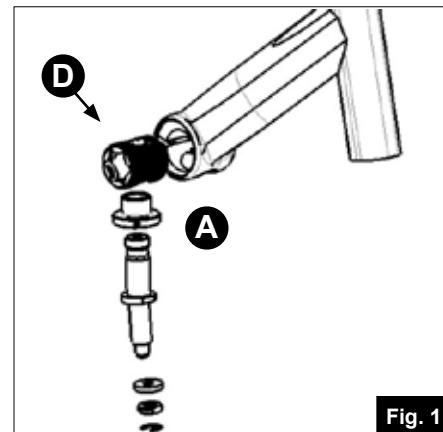
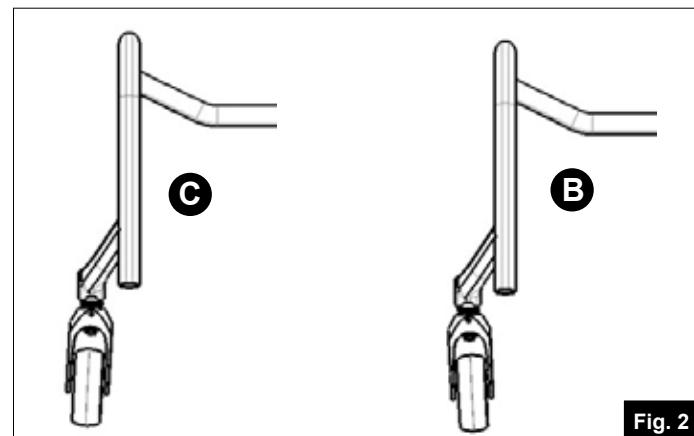

Fig. 1
Fig. 2
Die Einstellungen für Geradeauslauf und Höhe der Lenkradgabel wurden kombiniert: Wird die leicht abgewinkelte Lenkradachse (A) gedreht (Fig. 1), bewegt sich die Gabel nach innen (B) oder außen (C) (Fig. 2). Gleichzeitig ändert sich der Abstand der Lenkradgabel vom Rahmen mit jeder ganzen Umdrehung um 1 mm.
- Wenn die in Fig. 1-D gezeigte Zylindermutter ausgewechselt werden muss, wird dringend empfohlen, Carbon-Montagepaste (Teile-Nummer 71208300) aufzutragen, um die optimale Einstellung zu gewährleisten. Es wird dringend empfohlen, diese Einstellung von einem autorisierten Fachhändler vornehmen zu lassen.